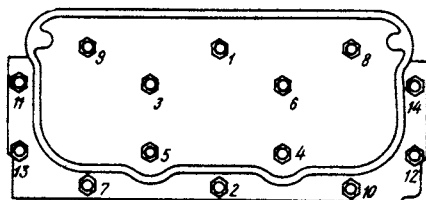
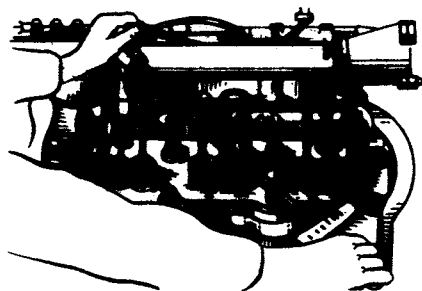

Рис. 36. Последовательность затяжки гаек крепления общих головок цилиндров.
Рис. 40. Подтяжка гаек крепления головок цилиндров
В период обкатки двигателя с общими головками цилиндров подтянуть гайки крепления головок цилиндров через 8 и 50 часов работы в последовательности, показанной на рис. 36, моментом 240—260 Н·м (24—26 кгс·м).
3. Подтянуть тарированным ключом гайки крепления общих головок цилиндров (рис. 40) в последовательности, показанной на рис. 36.